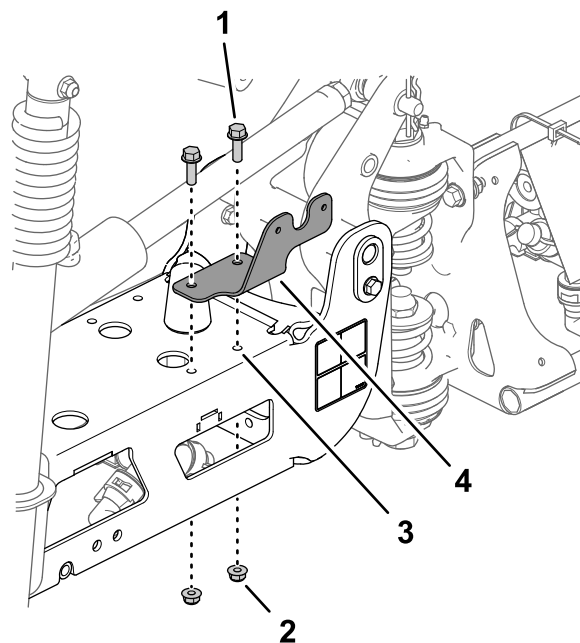

Figura 56
2. Montate la staffa del fanale posteriore sulla trave (Figura 56) con 2 bulloni a testa flangiata (5/16" x 1") e 2 dadi di bloccaggio flangiati (5/16").
1. Allineate i fori nella staffa dei fanali posteriori con i 2 fori di 8 mm nella trave della sezione di irradiazione centrale (Figura 56).